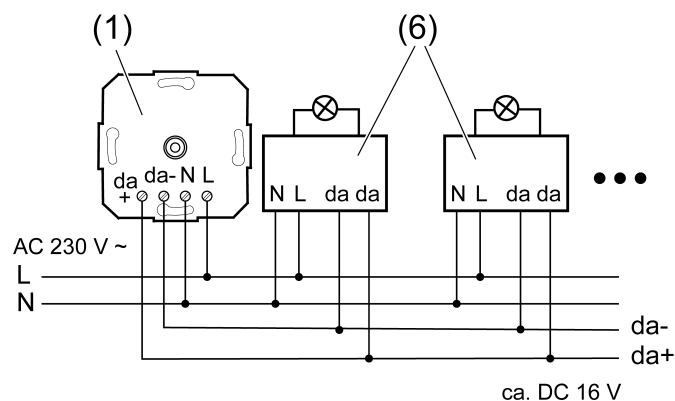
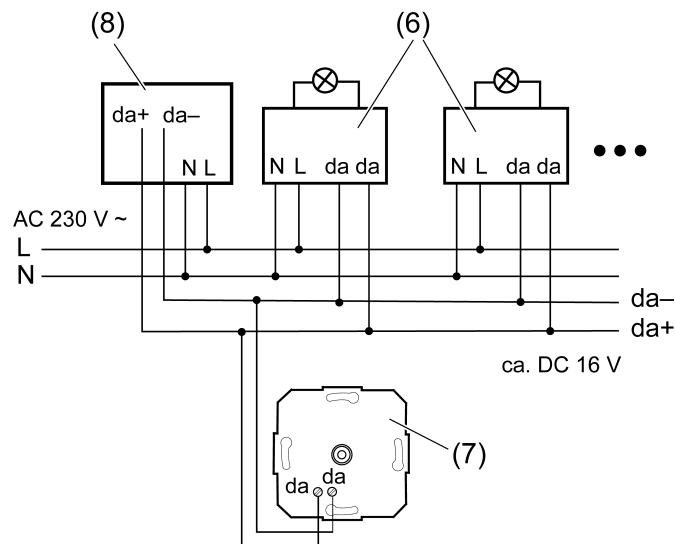
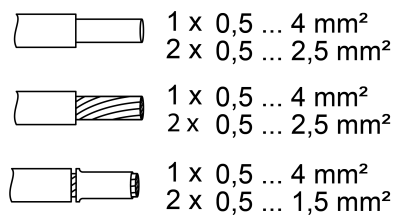

Bild 1: Anschlussplan Power-DALI-Drehsteuergerät TW
Bild 2: Anschlussplan DALI-Drehsteuergerät TW
Bild 3: Klemmbarer Leiterquerschnitt
- DALI-Drehsteuergerät, DALI-Spannungsversorgung und DALI-EVG gemäß Anschlussbeispiele anschließen (siehe Bild 1) und (siehe Bild 2). Dabei die Angaben des EVG-Herstellers und den klemmbaren Leiterquerschnitt (siehe Bild 3) beachten.